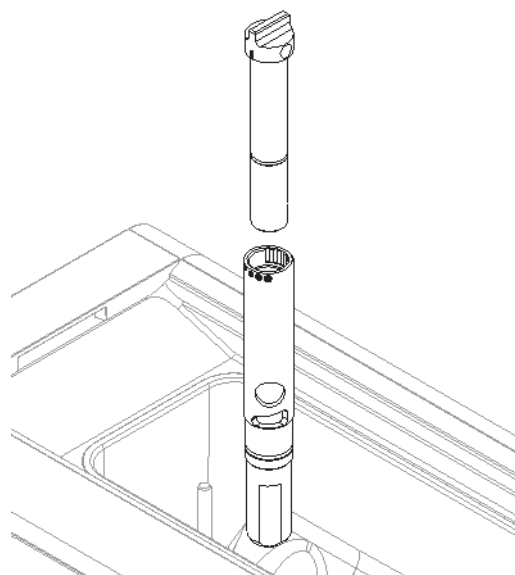

**figura 1**
- 2** No use el distribuidor si no está correctamente conectado. Si el grupo grifo no está instalado, el aparato no puede funcionar y en la pantalla se visualiza el ícono que representa el grupo grifo abierto (véase la figura 1).
Si el grupo grifo no está instalado, el aparato no puede funcionar y en la pantalla se visualiza el ícono que representa el grupo grifo abierto (ver figura 1).